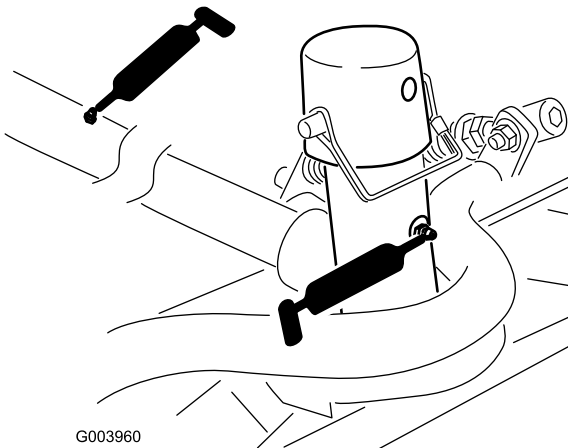

Bild 52
- Mähwerkträgererrahmen und Drehzapfen (2 Stück) (Bild 52)